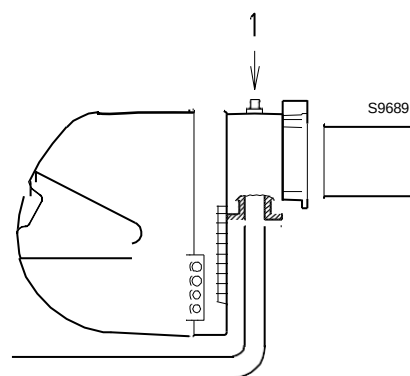

Рис. 20
Давление газа, измеренное в контрольной точке 1) (Рис. 20), при:
Потери давления на газовом дроссельном клапане 2) (Рис. 20) при максимальном открытии: 90°.
Перепад давления на газовой рампе 3) (Рис. 20), включающий: регулировочный клапан VR, предохранительный клапан VS (оба полностью открыты), регулятор давления R, фильтр F.
- Вычитите давление в камере сгорания из давления газа, измеренного в контрольной точке 1) (Рис. 20).
Чтобы рассчитать требуемое давление газа в контрольной точке 1) (Рис. 20), установите требуемую максимальную модулируемую производительность (мощность) при работе горелки:
- Справа (колонка 1) считайте давление в контрольной точке 1) (Рис. 20).
Требуемое давление в контрольной точке 1) (Рис. 20)